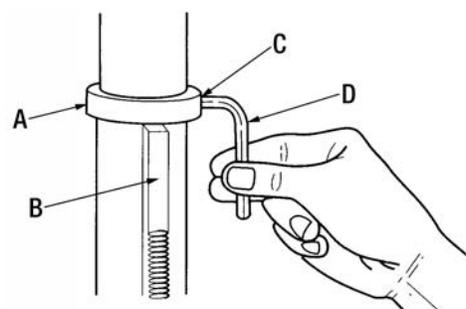

FIGURE 11
9. Repositionnez le collier (A) Fig.11 de la colonne par dessus la crémaillère (B), assurez-vous que la partie en biseau du collier se dirige vers le bas. Serrez la vis sans tête (C) du collier de la colonne en utilisant une clé hexagonale de 3mm. Pour permettre à la table de travail d'être pivotée vers la droite ou vers la gauche autour de la colonne, le collier ne doit pas être trop serré sur la crémaillère et ne doit pas être incliné sur la colonne. Serrez la vis sans tête seulement assez pour garder le collier en position, sinon le collier peut se briser en raison d'une pression excessive.